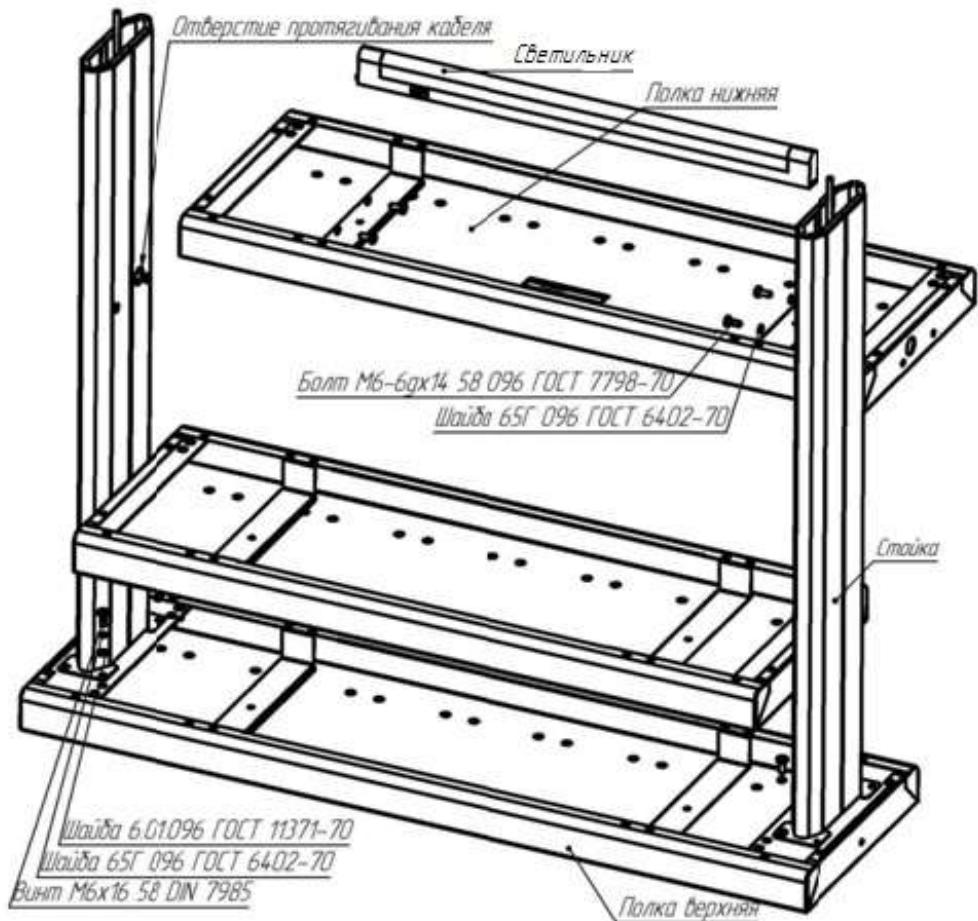

рис. 5.1
- Установить нижнюю и среднюю полки между стойками и закрепить болтами M6x16 (см. рис. 5.1);